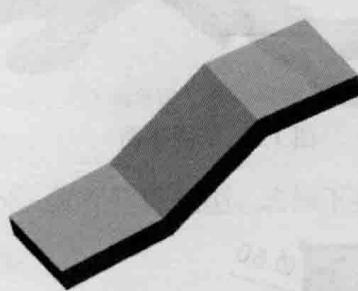
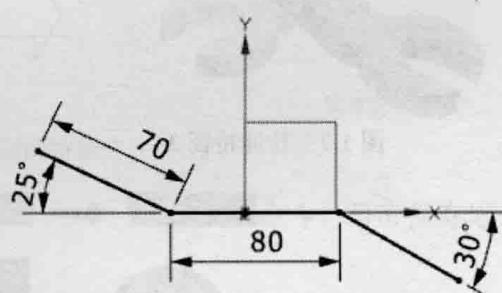

图 1.2 拉伸特征 1
图 1.3 截面草图
Step2. 创建图 1.2 所示的拉伸特征 1。选择下拉菜单 **插入(I)** → **设计特征(E)** → **拉伸(S)** 命令（或单击 **拉伸** 按钮）；单击“拉伸”对话框中的“绘制截面”按钮 **草图**，系统弹出“创建草图”对话框，选取 XY 基准平面为草图平面，单击 **确定** 按钮，绘制图 1.3 所示的截面草图，然后退出草图环境；在 **限制** 区域的 **结束** 下拉列表中选择 **对称值** 选项，并在其下的 **距离** 文本框中输入值 **32.5**；其他参数采用系统默认设置；单击 **<确定>** 按钮，完成拉伸特征 1 的创建。